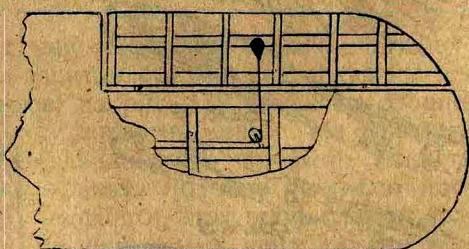
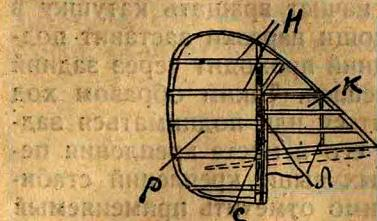

Рис. 175.
Рис. 183.
- 2) Элероны. Элероном называется часть крыла (рис. 175), вращающаяся вокруг оси и служащая для поперечной управляемости самолетом.
Рис. 183 изображает устройство вертикального оперения, где «Р» — руль, «К» — киль, «Н» — нервюры, «Л» — лонжероны, «С» — кабанчик для крепления троса управления рулем направления. Устройство элерона видно на рис. 175.